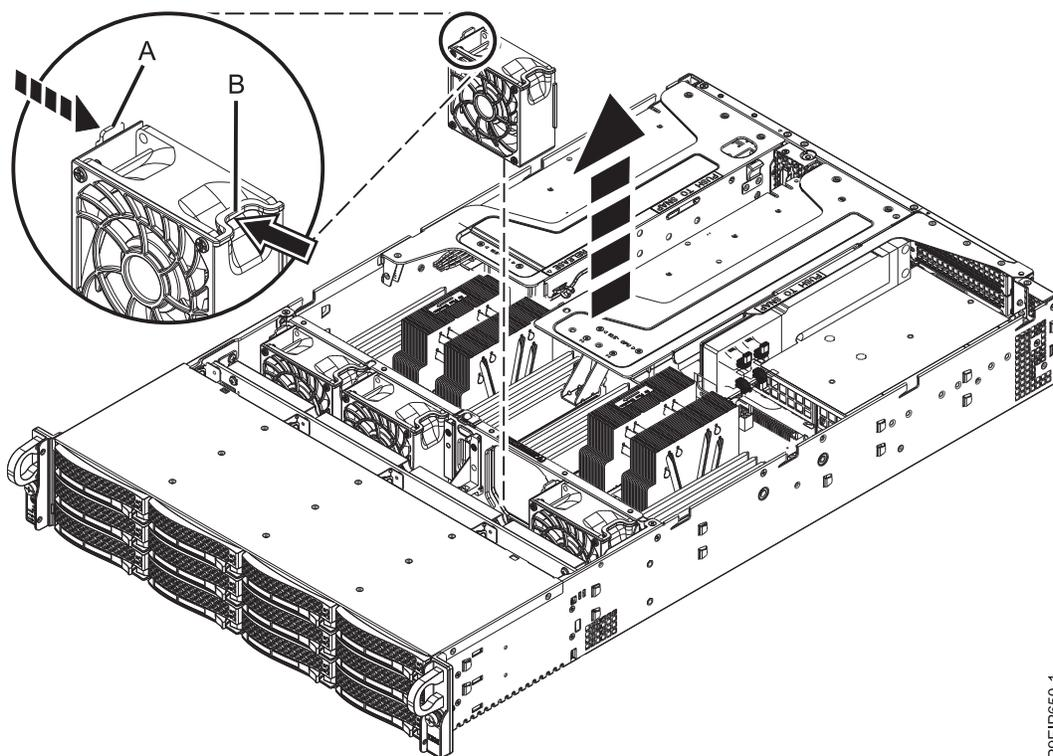

Figura 31. Extracción de un ventilador
3. Pulse en el pestillo en (A), sujete el ventilador en (B) y levante el ventilador del sistema como se muestra en la Figura 31.